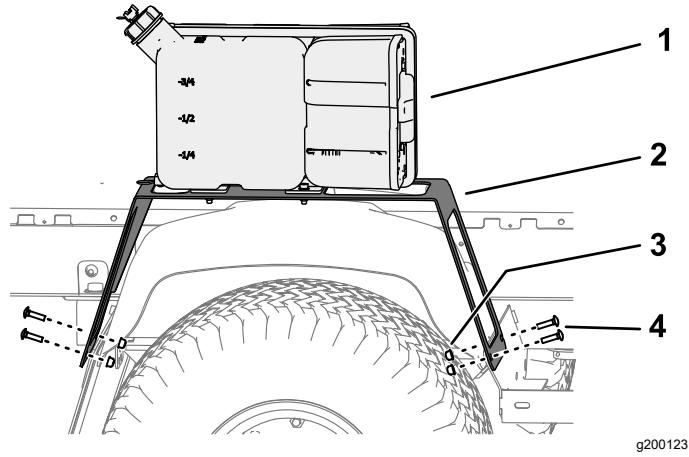

Bild 6
- 3. Fluchten Sie die Löcher im vorderen Abschnitt der Stützhalterung mit den Löchern in der Kotflügelhalterung und dem Kotflügel aus (Bild 6).
Kotflügelhalterung und am Kotflügel, wie in Bild 6 abgebildet.
5. Fluchten Sie die Löcher im hinteren Abschnitt der Stützhalterung mit den Löchern im Schmutzfänger, in der Kotflügelhalterung und im Kotflügel aus (Bild 6).
6. Befestigen Sie die Stützhalterung mit zwei Schlossschrauben (5/16" x 1 1/4") und zwei Sicherungsbundmuttern (5/16") am Schmutzfänger, an der Kotflügelhalterung und am Kotflügel, wie in Bild 6 abgebildet.